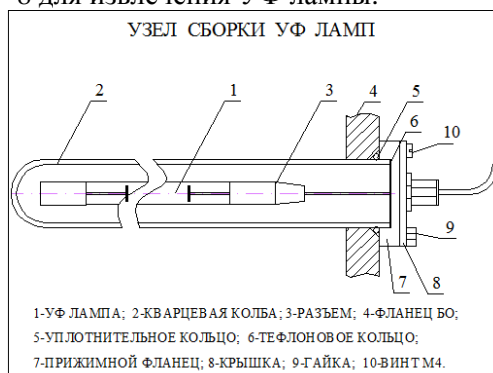

Рис. 2 Узел сборки лампы
4.2. На рис.2 представлен узел сборки УФ лампы. Гидроизоляцию кварцевого кожуха -2 в корпусе БО обеспечивает уплотнительная прокладка круглого сечения 5, поджатая с помощью трех гаек -9 фланцем 7. Винты -10 прижимают крышку -8 для извлечения УФ лампы.
- 6.4. При обнаружении протечки подожмите уплотнительную прокладку (5 на рис.2).
- 12.3. Отвинтите три винта М4 (10) и отведите в сторону крышку с прорезями 8 (рис.2).